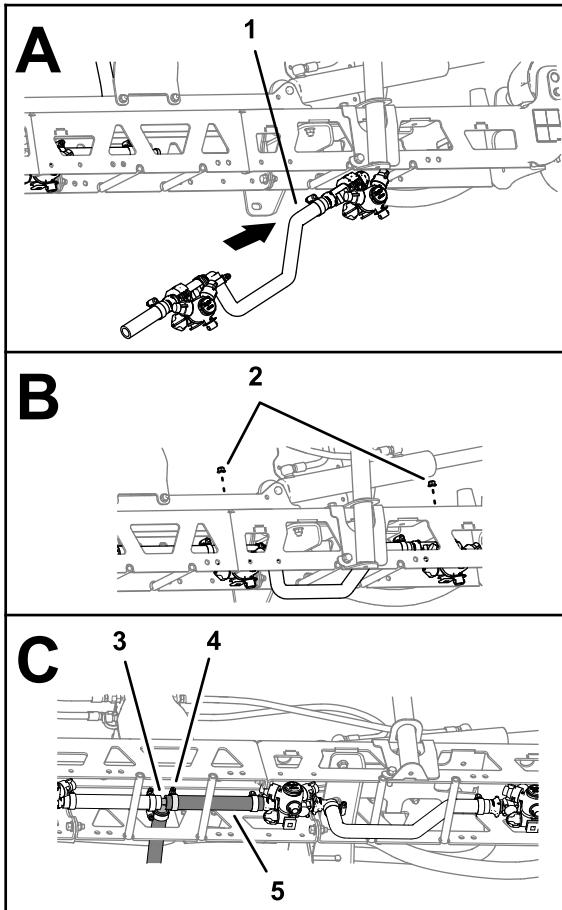

Figure 115
1. Installez l'ensemble débitmètre/tourelles de buses C3 et C4 entre les renforts de tube du cadre en treillis (Figure 115).
- Insérez les boulons d'étrier de tourelle dans les trous des supports de buses, et fixez les ensembles buse/débitmètre aux supports (Figure 115) à l'aide de deux contre-écrous à embase (5/16").
- Fixez le raccord en T cannelé du flexible d'alimentation de section centrale dans le flexible court de l'ensemble débitmètre/tourelles de buses C3 à l'aide d'un collier de serrage (Figure 115).